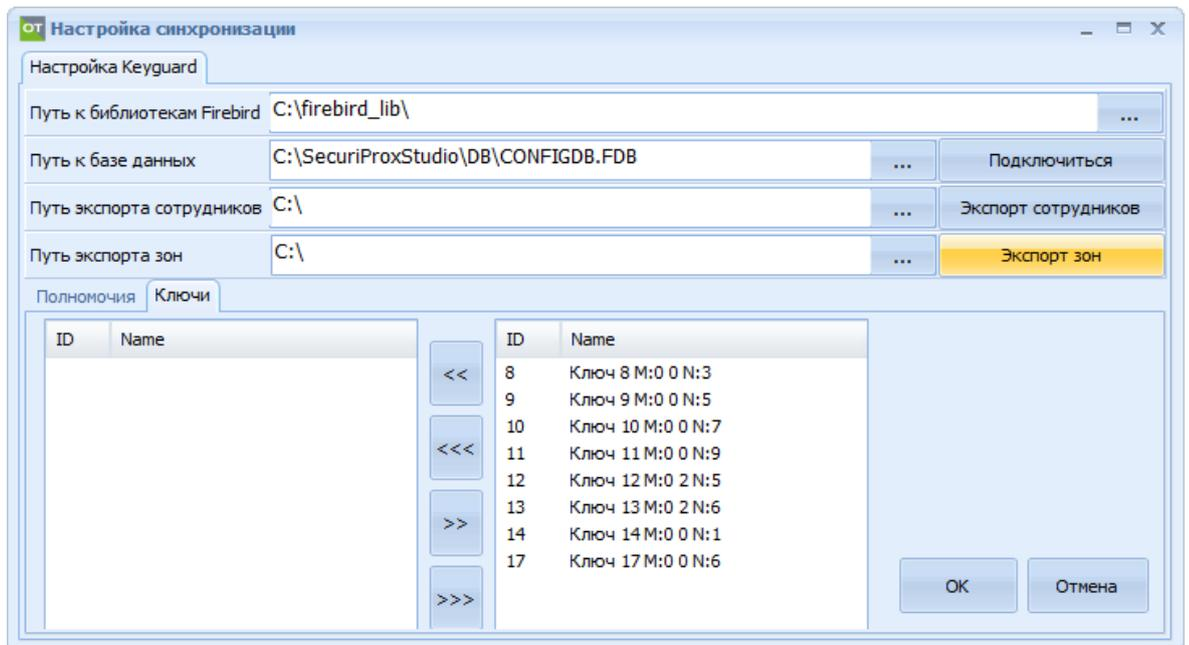

Рисунок 33.6 – Окно Настройка синхронизации
7) Для экспорта всех настроек с сотрудниками и зонами, надо нажать кнопку «Настройка синхронизации» и в открывшемся окне выбрать пути для создания файлов Employees.xml и Zones.xml и нажать кнопки «Экспорт сотрудников» и «Экспорт зон» (рисунок 33.6).